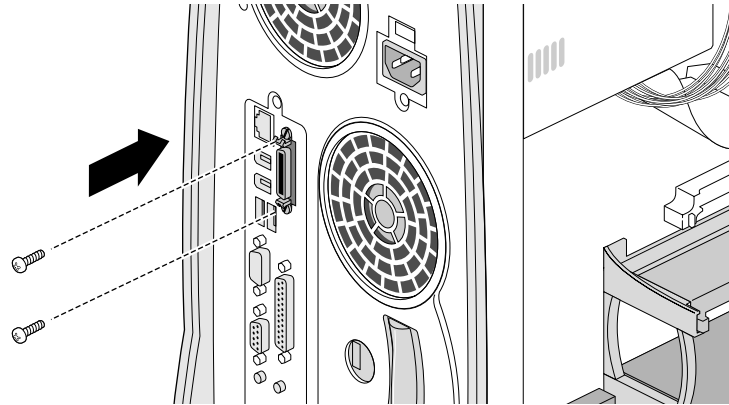

Figure 5-7 Fixation de la carte d'extension graphique
6. Remettez en place les deux vis, comme indiqué à la Figure 5-7.